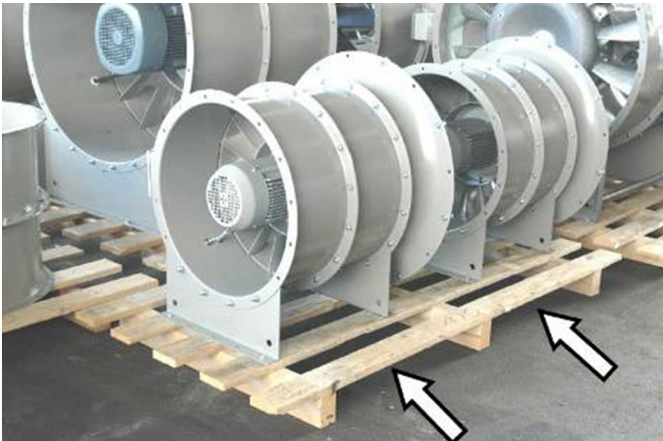

Abb. 21: Transport mit dem Gabelstapler
1. ▶ Den Gabelstapler mit den Gabeln zwischen oder unter die Holme der Palette fahren (Abb. 21).